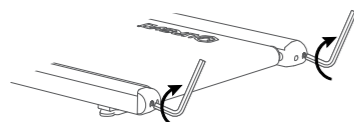

Figure 3
2. À l'aide de l'outil hexagonal, tournez les deux vis du rouleau libre d'un demi-tour dans le sens des aiguilles d'une montre. (voir figure 3).